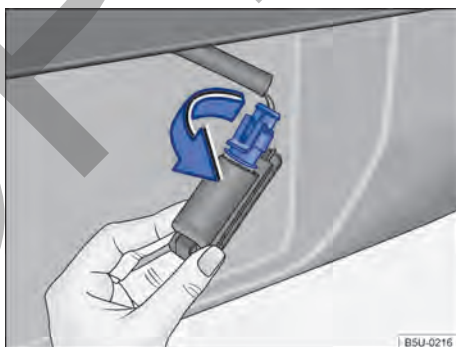

Fig. 185 Luz de la placa de licencia: retirar el portalámparas.
3. Girar el portalámpara en el sentido de la flecha → fig. 185, y desensajarlo del alojamiento.
7. Presionar el portalámparas en el alojamiento y girar en el sentido contrario al de la flecha → **fig. 185**.